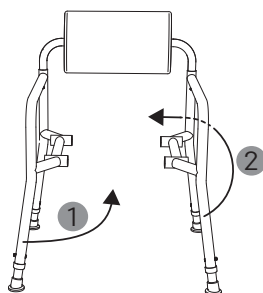

fig. 26
3. Produktet kan nemt klappes sammen (1, 2, fig. 26) ved at klappe den ene sidedel indad og den anden udad.